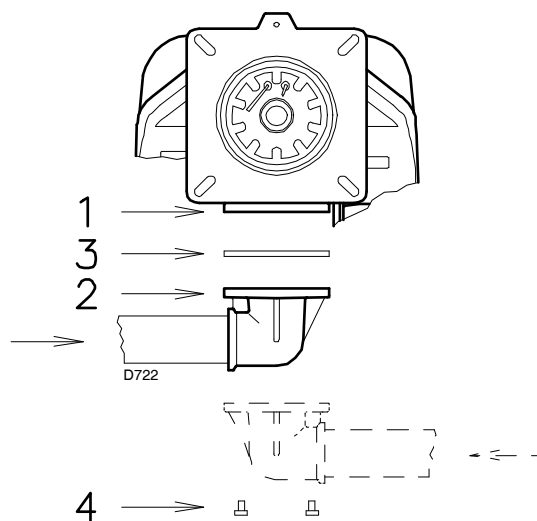

Fig. 19
- La rampa può arrivare da destra o da sinistra, secondo comodità, vedi Fig. 19.
- La rampa del gas va collegata all'attacco del gas 1)(Fig. 19), tramite la flangia 2), la guarnizione 3) e le viti 4) date a corredo del bruciatore.